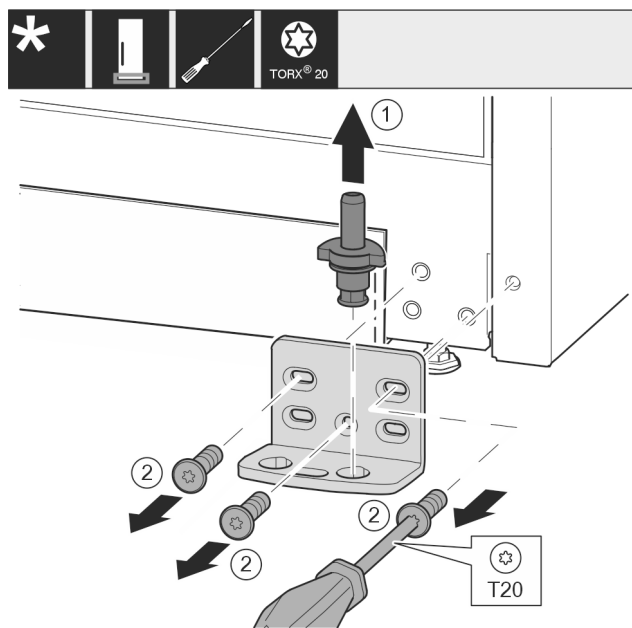

Fig. 29
- Retirer entièrement l'axe de palier Fig. 29 (1) par le haut.
- Desserrer les vis Fig. 29 (2) avec un tournevis et retirer le support de palier.